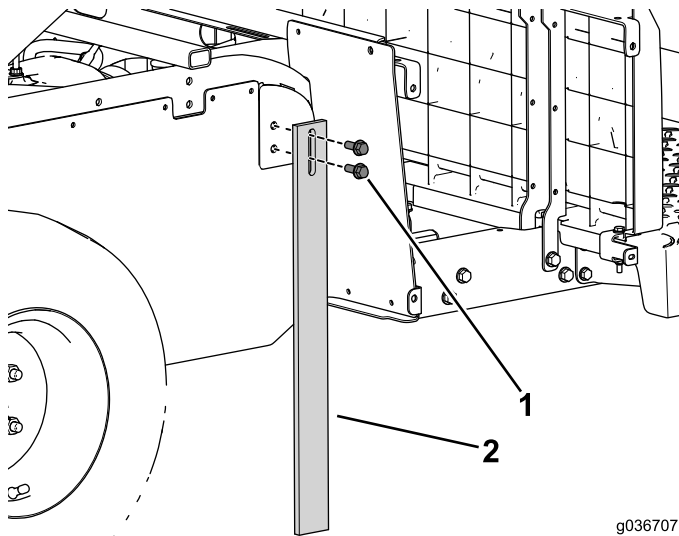

Figura 63
1. Instalação da perna de suporte na máquina (Figura 63).